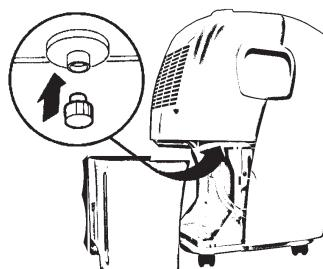

Fig. 7
2. Nehmen Sie den Kondensatbehälter heraus. Benutzen Sie jetzt den Stöpsel vom Auslauf auf der Rückseite und verschließen Sie damit den Auslauf (**B**) innen im Entfeuchter (**Fig. 7**)